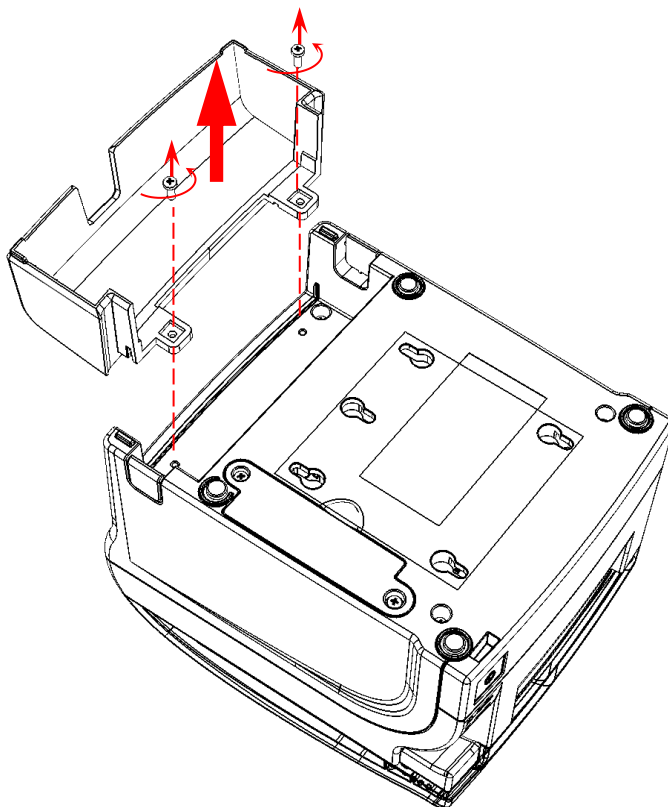

Рисунок 12. Снятие защитной панели
- 4** Для удобства работы можно отделить защитную панель от задней части корпуса изделия, открутив два винта крепления (см. рисунок 12).